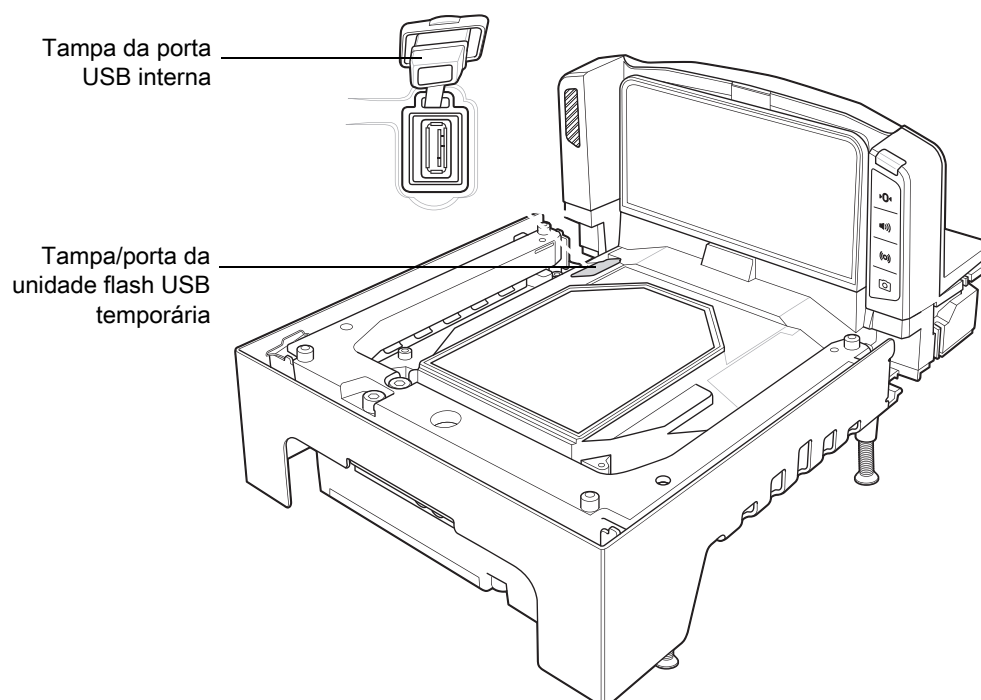

Figura 5-12 Porta USB interna embaixo do prato
O MP70XX tem três portas USB que podem ser utilizadas para carregar arquivos (consulte Figura 5-12):
- Insira a unidade flash temporária em uma das portas USB do MP70XX (Figura 5-12) e selecione *Opção 1 - carregar arquivos* (consulte Etapa 3).